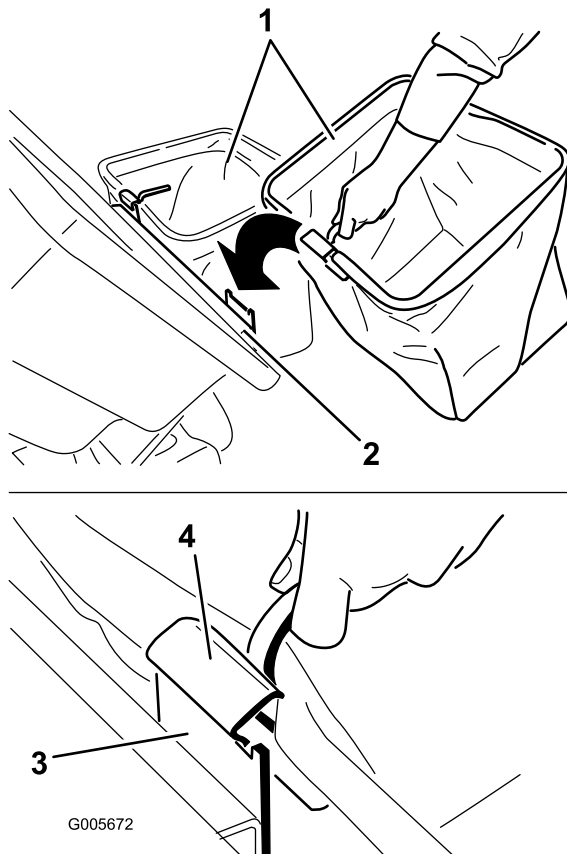

Figura 25
5. Instale las bolsas, colocando el enganche del bastidor de cada bolsa sobre los soportes de retención (Figura 25).